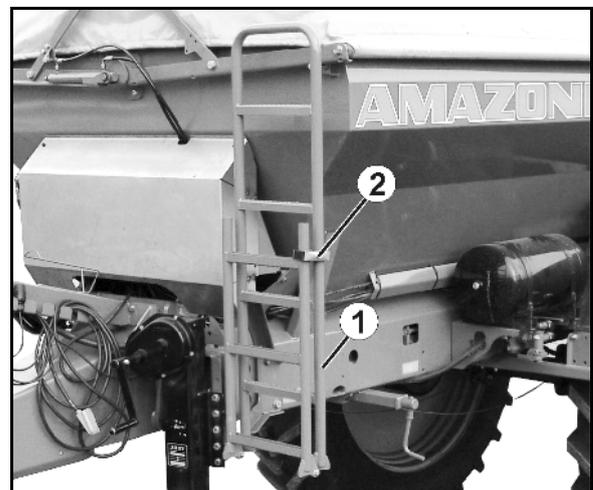

Fig. 38
L'échelle repliable (Fig. 38/1) permet d'accéder confortablement à la trémie pour procéder au nettoyage.
**Veiller à maintenir l'échelle relevée et verrouillée pendant le déplacement (Fig. 38/2).**